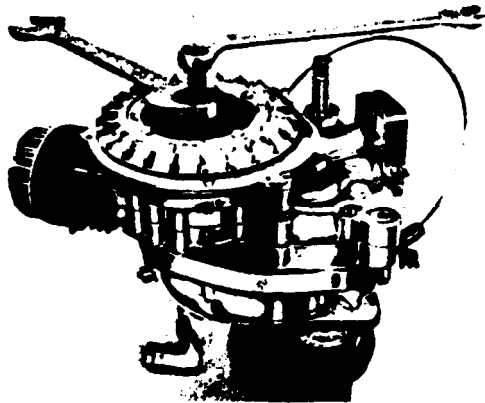
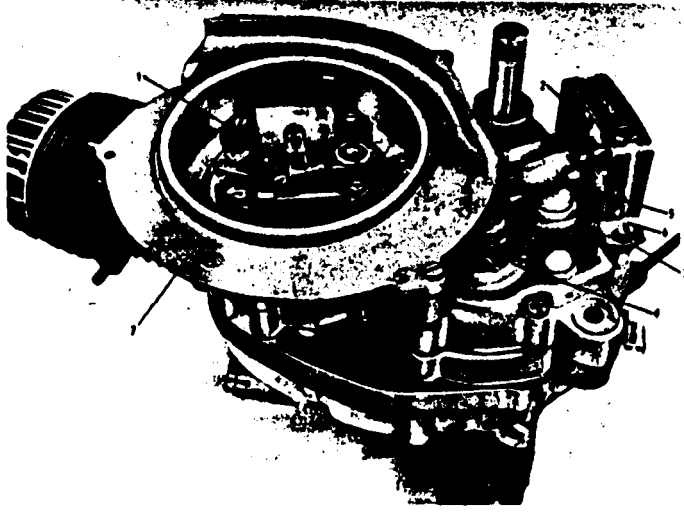
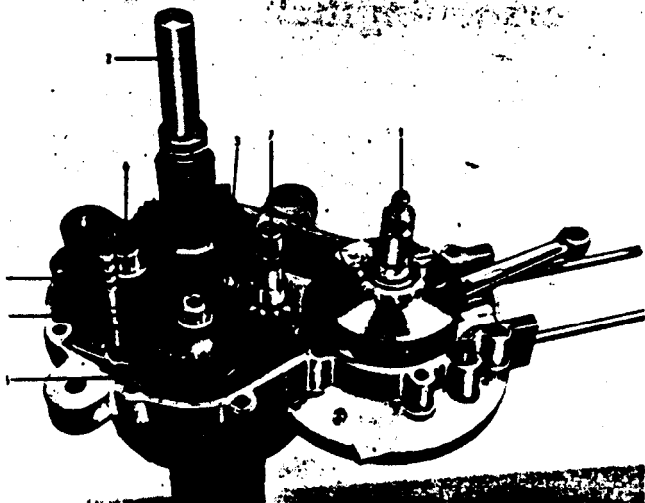

Fig. 3. Demonteren vliegwiel
Fig. 4. Verdere demontage ontstekingszijde
Fig. 12. Demontage tweeversnellingsbak
- 5 Vliegwiel van kruktaf trekken. Vliegwielmoer losdraaien. Vliegwieltrekker 050.7012 geheel in de naaf van het vliegwiel draaien en door de schroefbout aan te draaien het vliegwiel van de kruktaf trekken (fig. 3). Let op het borgpennetje in de kruktaf. (fig. 4/1).
- 8 Kettingvangbeugel (fig.4/5) en bevestigingsbeugel van de kettingafdekplaat (fig. 4/6) wegnemen na het losdraaien. van de bevestigingsschroeven (fig. 4/2,3).
- 9 Kettingtandwiel verwijderen door met de blokkeersleutel 050.7026 (Voor de 3 versnellingsmodellen 050.7015) het tandwiel tegen te houden en met een sleutel SW 19 de moer los te draaien, nadat eerst de lip van de borgplaat teruggebogen is. (fig. 4/4). Het tandwiel is nu zonder meer van de as te nemen. Onder het tandwiel is een vulring aangebracht. Als deze niet gemakkelijk af te nemen is, dan de trekker 050.1 .1000.0-W38 gebruiken.
- 3 Achtereenvolgens uit het carter nemen, de krukas (fig. 12/1), trapas (fig. 12/2), eerste versnellingstandwiel (fig. 12/3), schakelas met vork (fig. 12/4) en schakelschuifstuk (fig. 12/5), starttussenas (fig. 12/6) en de tussenas (fig. 12/7).
Als het kettingtandwiel (fig. 4/4) gededemonteerd is, dan kan ook de aandrijf-as (fig. 12/8) met het tweede versnellingstandwiel uitgenomen worden.